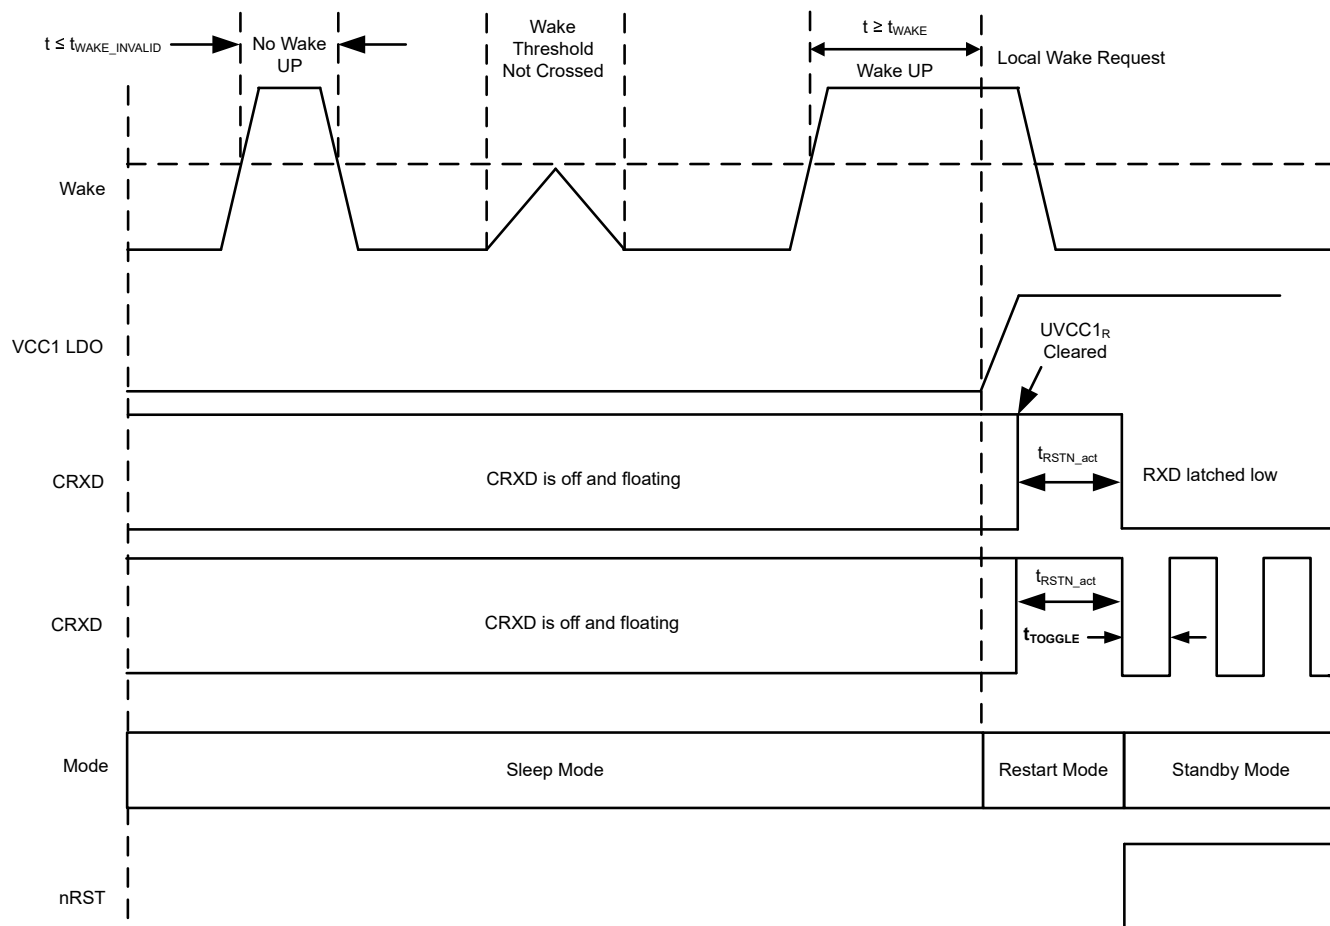
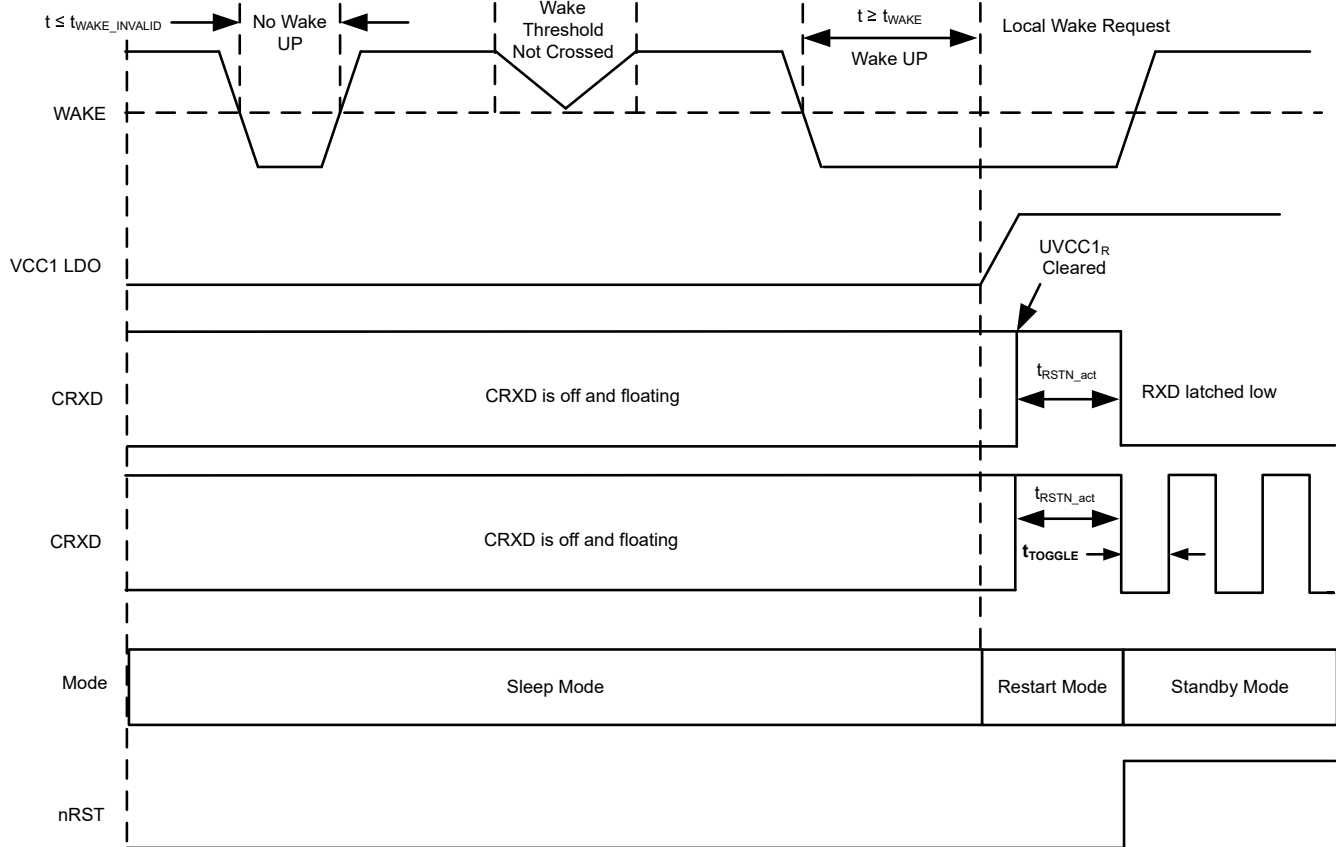

図 8-18. ローカルウェイクアップ - 立ち上がりエッジ
図 8-19. ローカルウェイクアップ - 立ち下がりエッジ
WAKEx ピンは、WAKE_CONFIG2、WAKE_CONFIG4、WAKE_CONFIG5 レジスタ内の WAKEx_SENSE ビットのデフォルト値により、静的検出ウェークが初期設定になります。WAKEx ピンはデフォルトでは双方向入力ですが、WAKE_CONFIG レジスタ 8'h11[7:6] を使用することで、立ち上がりエッジと立ち下がりエッジの遷移に構成可能です。図 8-18 および 図 8-19 を参照してください。WAKE ピンはグランドに基づくウェーク入力であり、グランドまたは V_{SUP} に接続されたスイッチで使用できます。WAKEx ピンの入力スレッシュホールドは VCC1 レベルを基準にでき、プロセッサに直接接続または VCC1 レールに切り替えることができます。端子を使用しない場合は、不要な寄生ウェークアップを防ぐためにグランドへ接続します。デバイスがスリープ モードに移行すると、WAKE 入力の状態遷移を決定する前に、WAKEx 端子の電圧レベルが t_{WAKE} の間 Low 状態または High 状態である必要があります。 $t_{WAKE_INVALID}$ より小さいパルス幅はフィルタ処理されます。
- 図 8-18 と 図 8-19 は、立ち上がりエッジまたは立ち下がりエッジによる WAKE 入力の例を示しています。VCC1 > UVCC1 の状態でスタンバイ モードに入ると、RXD は Low にプルされます。